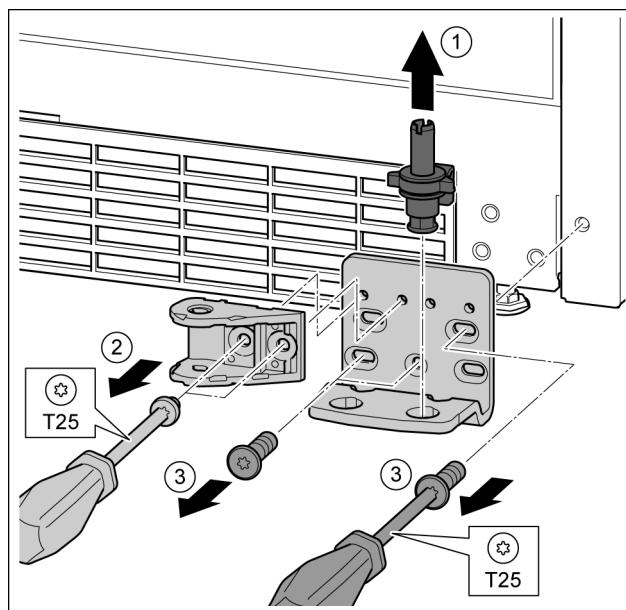

Fig. 35
- ▶ Ležajni sornik v celoti izvlecite navzgor. Fig. 35 (1)
- ▶ Odvijte vijake z izvijačem T25 in snemite spoj blažilnika za zapiranje vrat. Fig. 35 (2)
- ▶ Odvijte vijake z izvijačem T25 in snemite ležajni podstavek. Fig. 35 (3)